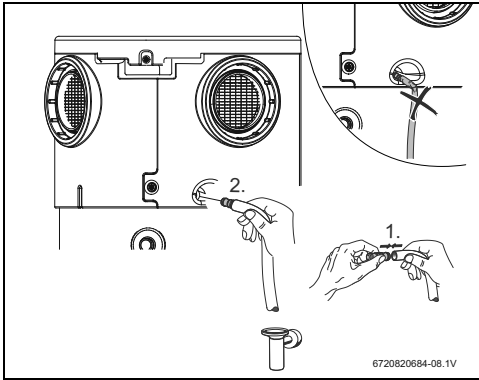

Fig. 12 Tubo di scarico della condensa
- Prima del montaggio nell'apparecchio, collegare la tubazione della condensa al relativo scarico (fig. 12).